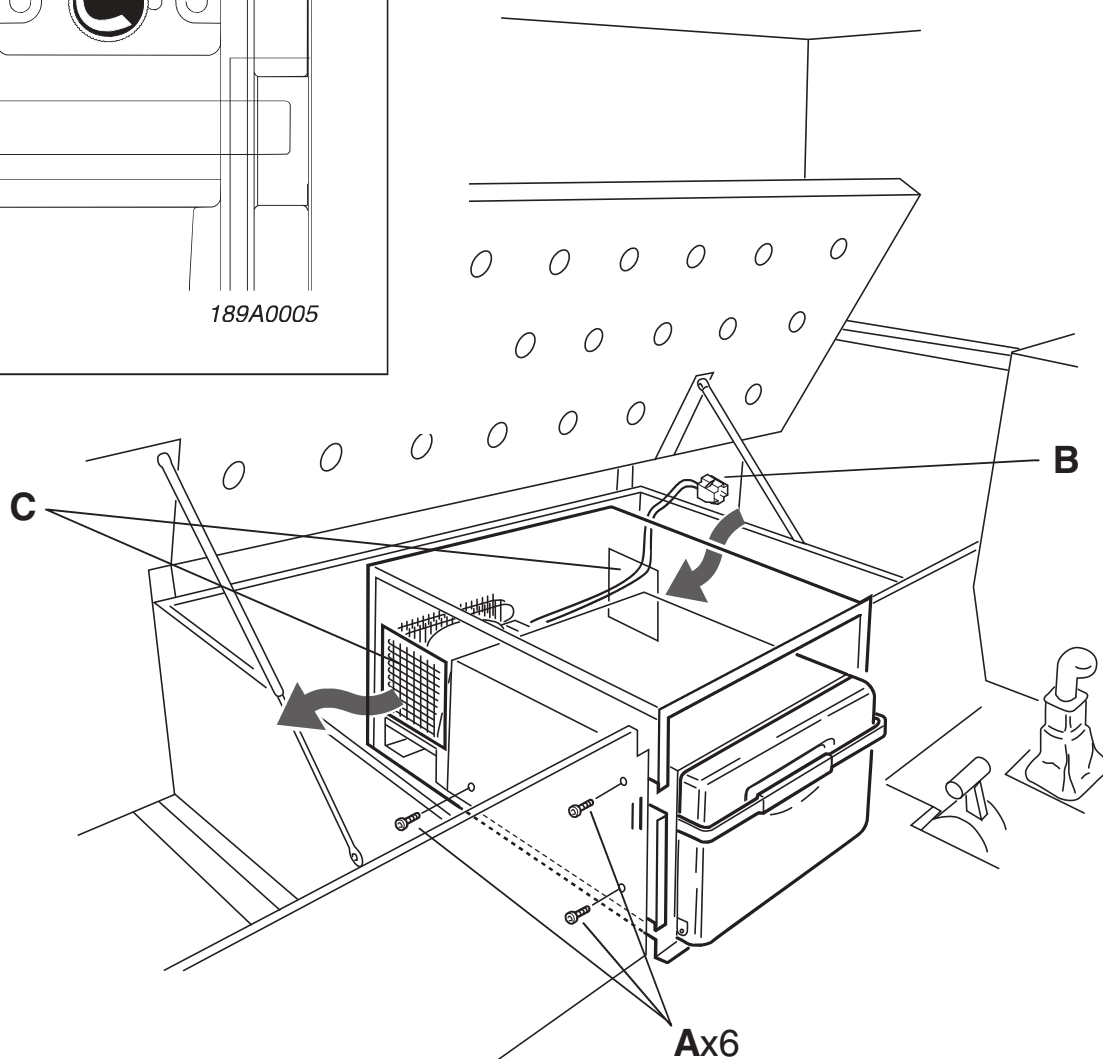

Fig. 02
Установите холодильник на металлических каркасах и зафиксируйте его шестью винтами М6 в соответствующих местах (Рис. 02, А).
Подсоедините кабель питания (Рис. 02, В), соблюдая полярность.
- c) не перекрыт ли доступ воздуха к вентиляционным отверстиям (Рис. 02, С);